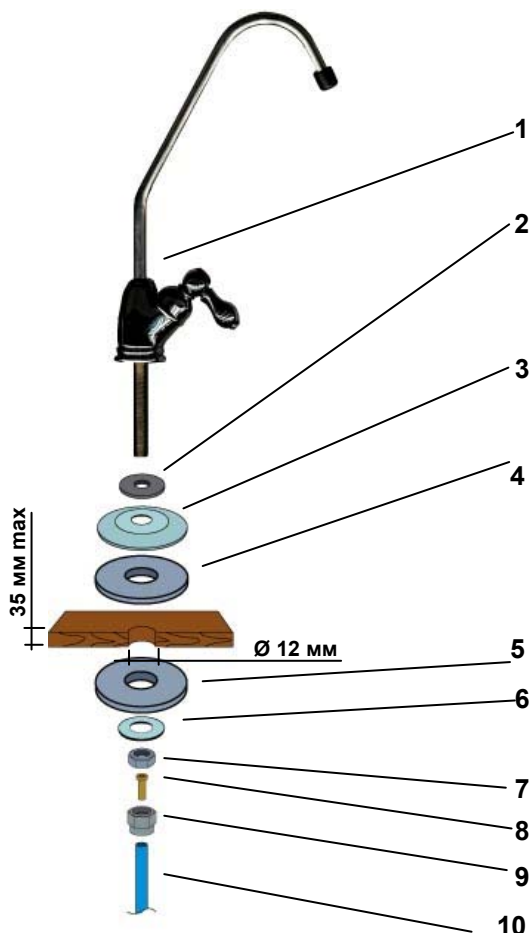

Рисунок 3
9. Кран для чистой воды (рис. 3)	1 комплект